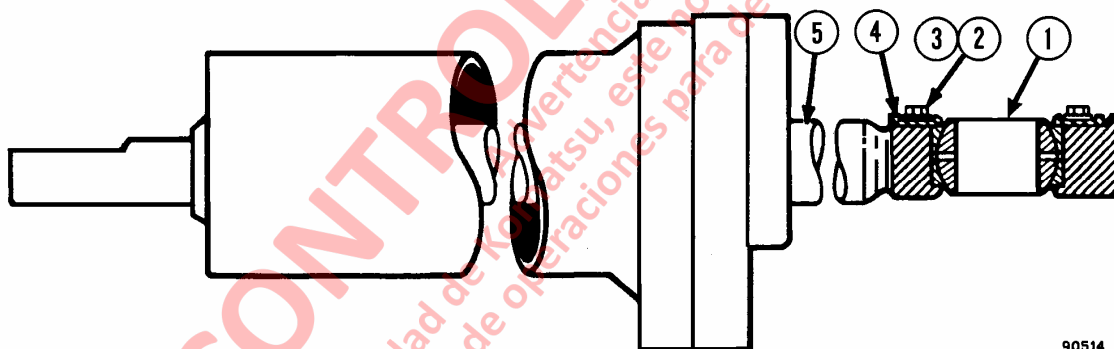

FIGURA 3-11. MONTAJE TÍPICO DEL RODAMIENTO
1. Retire los pernos (2, Figura 3-11) y las golillas de seguridad (3). Retire el retén del rodamiento (4).
2. Presione el rodamiento (1) para sacar del núcleo en el cilindro de la dirección o en el tirante de acoplamiento.